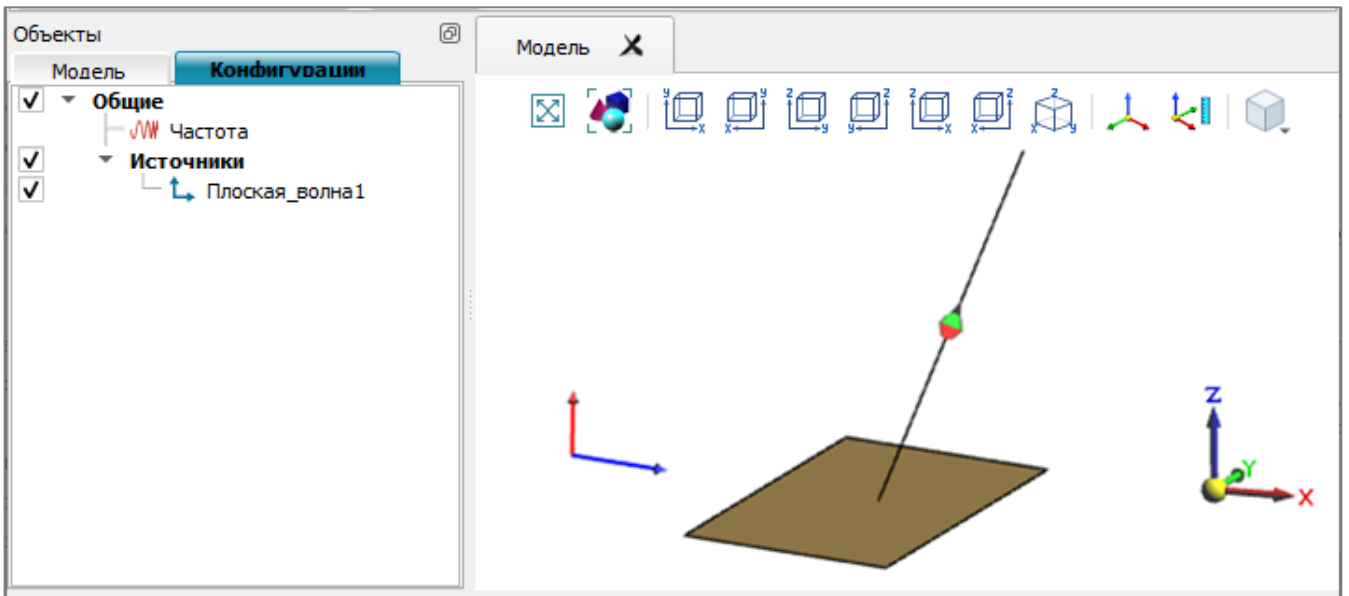

Рис. 82
12.3.8. Пример создания одного источника плоской волны показан на рис. 82. Плоская